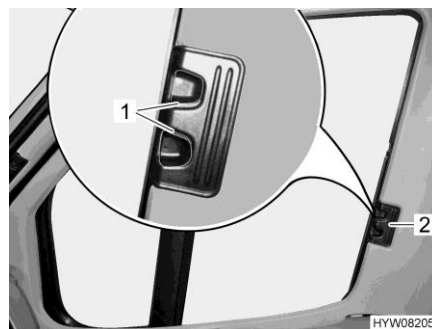

Fig. 106 Dispositif occultant plissé (fenêtre côté conducteur/passager)
- Presser les poignées de déverrouillage (Fig. 106,1) et les maintenir pressées.
- Tirer les dispositifs occultants plissés pour les fenêtres côté conducteur et côté passager par la poignée (Fig. 106,2) vers l'autre côté de la fenêtre et les rassembler au niveau de la piste magnétique.
- Pousser les dispositifs occultants plissés pour les fenêtres côté conducteur et côté passager jusqu'à la butée au niveau de la poignée (Fig. 106,2).
- Lâcher les poignées de déverrouillage (Fig. 106,1) et les faire s'enclencher.